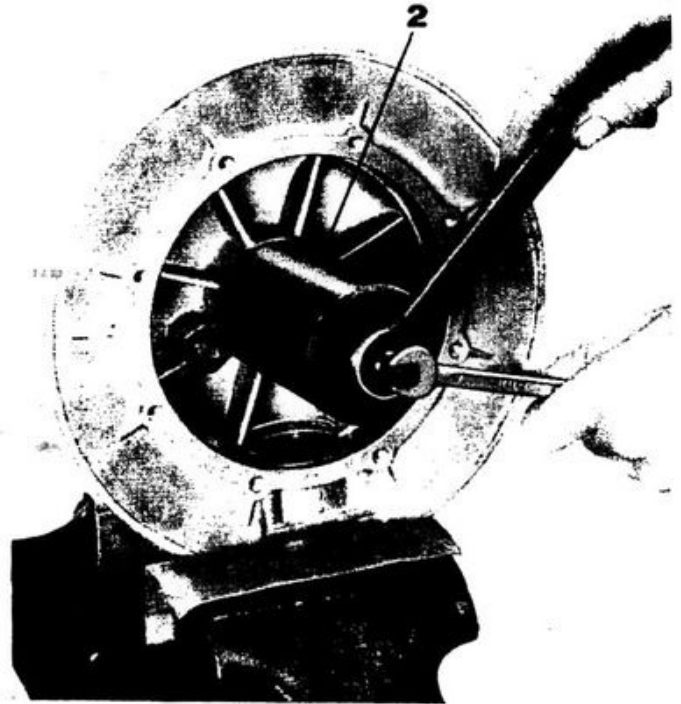

Fig. 100
- l'anello esterno del cuscinetto adoperando l'estrattore n. 12906900 (2 di fig. 100);